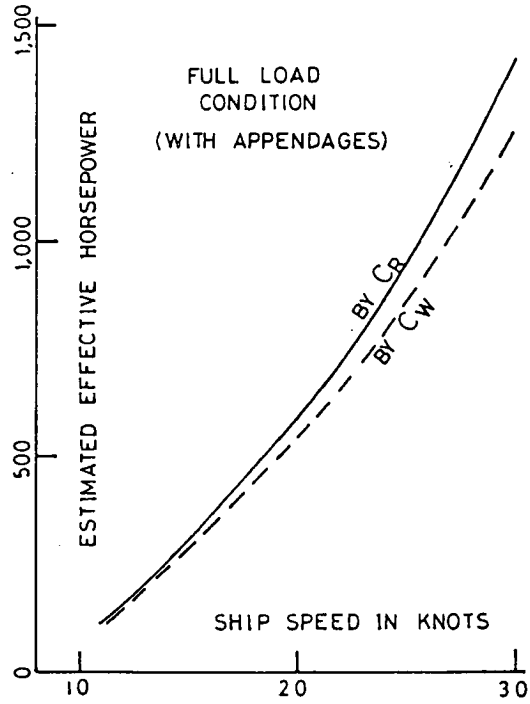
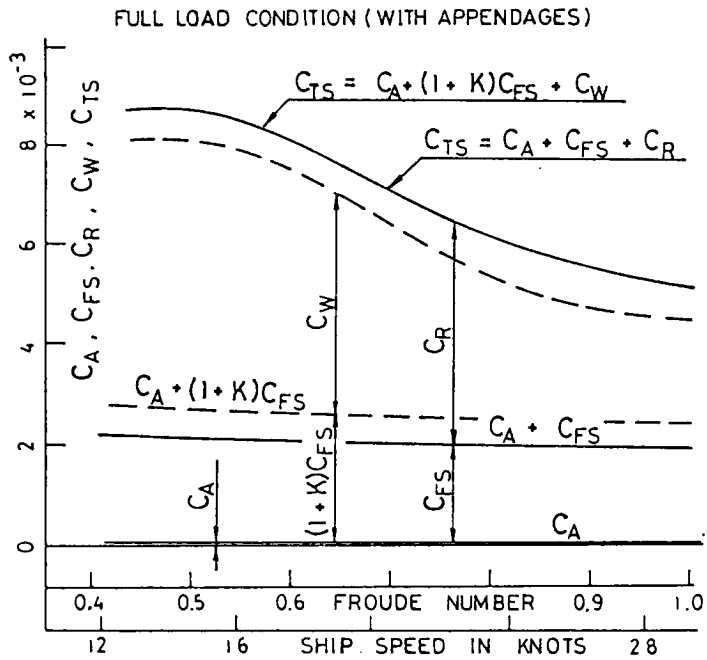

図12 船の抵抗成分の構成
図13 副部付満載状態に対する有効馬力の推定
- d) 空気抵抗係数  $C_A$  については上部構造付の風洞試験結果を利用する。ただし、こうすると主船体部分の空気抵抗は水槽試験時に既に入っているのでこの部分の空気抵抗を二重に見積ることになる。このような条件のもとに満載、副部付の状態に対しフルード数ベースに各々の係数を重ね、最終的に全抵抗係数にまとめると図12のようになる。さらにこの全抵抗係数から有効馬力を計算し図13のような結果が得られた。
続いて、前節で求めたフォームファクターKと造波抵抗係数  $C_w$  を使用して実船の全抵抗係数を求めてみると図12中の点線のような特性が得られ、これから有効馬力を求めると図13に点線で示したようになりに低めの値が得られた。どちらの推定全抵抗値や馬力が正しいかは速力試運転時に馬力計測をすればよいが、これを実施するかどうかはまだ決まっていない。折角ここまで模型試験をやったのだから実船試験も是非実施されるよう願っている。